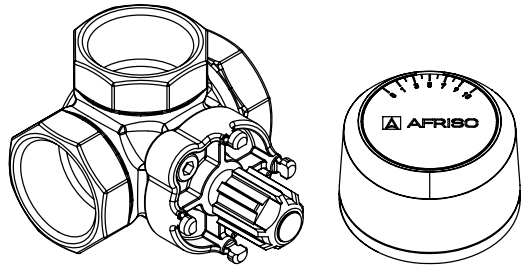

Fig. 1 : Affichage d'une vanne mélangeuse ARV ProClick avec le bouton de réglage enlevé.
1. Enlevez le bouton de réglage et l'anneau de limitation bleu de la vanne mélangeuse ARV ProClick (fig. 1). Cela se fait par simple traction. Au cas où le bouton ne se libérerait pas facilement, vous pouvez alors avec précaution le dégager à l'aide d'un tournevis à tête plate. À cet effet, deux encoches sont prévues à deux endroits du bouton de réglage.